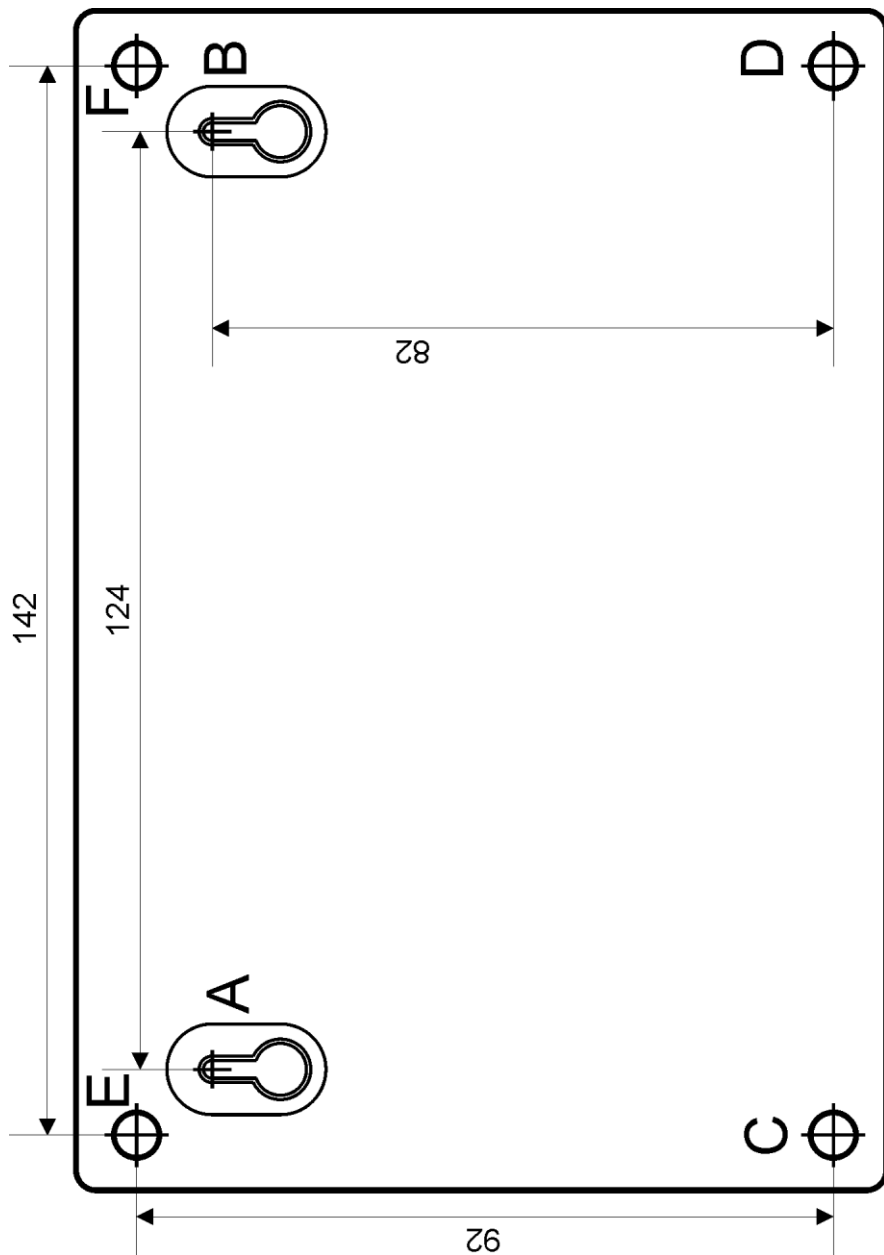

Рисунок 5. Шаблон для монтажа
3.1 Полностью прочтите настоящую инструкцию прежде, чем использовать шаблон (рис.5).
**3.3 Вариант 1.** Приложите к стене шаблон для монтажа (рис. 5). Просверлите 3 отверстия (А, В и на выбор С или D). Установите в отверстия дюбеля и вкрутите в 2 верхних дюбеля шурупы из комплекта поставки так, чтобы расстояние между головкой шурупа и стеной составляло около 7 мм.
**3.6 Вариант 2.** Приложите к стене шаблон для монтажа (рис. 5). Просверлите 3 отверстия (Е, F и на выбор С или D). Установите в отверстия дюбеля.